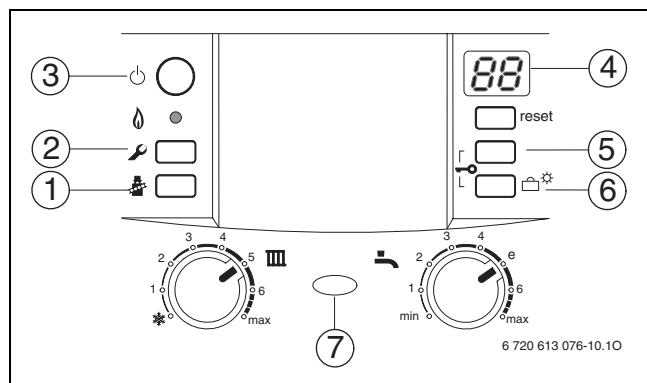

Fig. 34 Privire de ansamblu asupra elementelor de deservire
- Apăsați de câte ori este nevoie tasta (5) sau tasta (6) (→ fig. 34) până când apare funcția de service dorită.
- Apăsați de câte ori este nevoie tasta (5) sau tasta (6) (→ fig. 34) până când apare valoarea dorită a funcției de service.
- ▶ Apăsați în același timp tasta (5) și tasta (6) (→ fig. 34, pagina 30) timp de 3 secunde și mentineti apasat (display-ul arată ) până când display-ul afisaza o funcție de service al primului nivel de ex. 1.A.
- ▶ Se desface șurubul de etanșare la ștuțul de măsurare pentru presiunea duzei (3) (→ pagina 35) și se conectează manometrul cu tub U.
- ▶ Apăsați de câte ori este nevoie tasta (5) sau tasta (6) (→ fig. 34, pagina 30) până când este atinsă presiunea dorită a ajutorului.